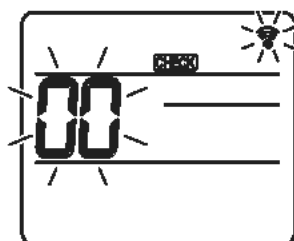
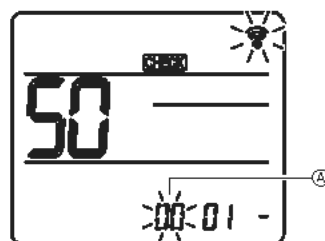
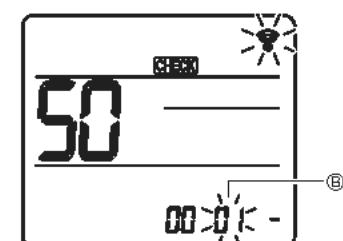
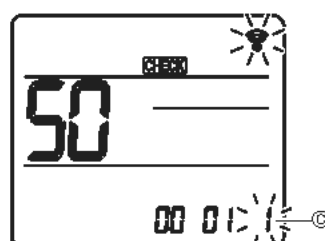

Fig. 7-16
Fig. 7-17
Fig. 7-18
Fig. 7-19
7.4.2. Tramite il telecomando wireless (Fig. 7-16, Fig. 7-17, Fig. 7-18, Fig. 7-19)
① Passaggio alla modalità di selezione della funzione
[CHECK] si illumina e lampeggia "00". (Fig. 7-16)
② Impostazione del numero dell'unità
Premere il pulsante [] per impostare il numero di unità ②. (Fig. 7-17)
③ Selezionare un modo
Premere il pulsante [] per impostare il Numero di modo ③. (Fig. 7-18)
④ Selezione del numero di impostazione
Utilizzare il pulsante [] per modificare il Numero di impostazione ④. (Fig. 7-19)